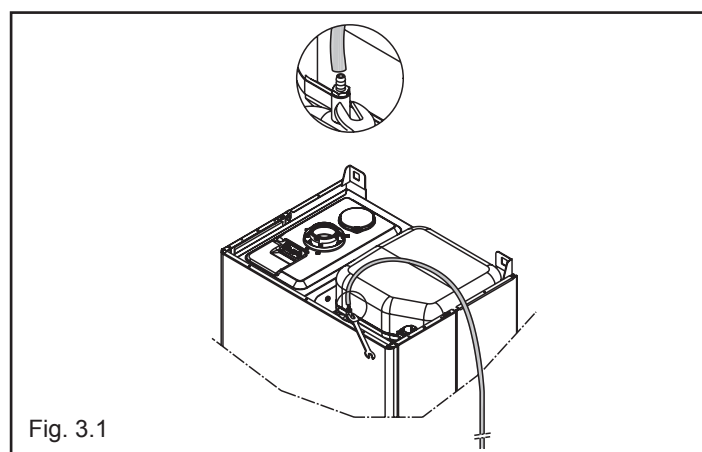

Fig. 3.1
2. Con una chiave CH11 aprire la valvola di sfogo aria manuale posizionata sopra la cassa aria (fig. 3.1). È necessario collegare alla valvola il tubetto a corredo caldaia per poter scaricare l'acqua in un recipiente esterno.